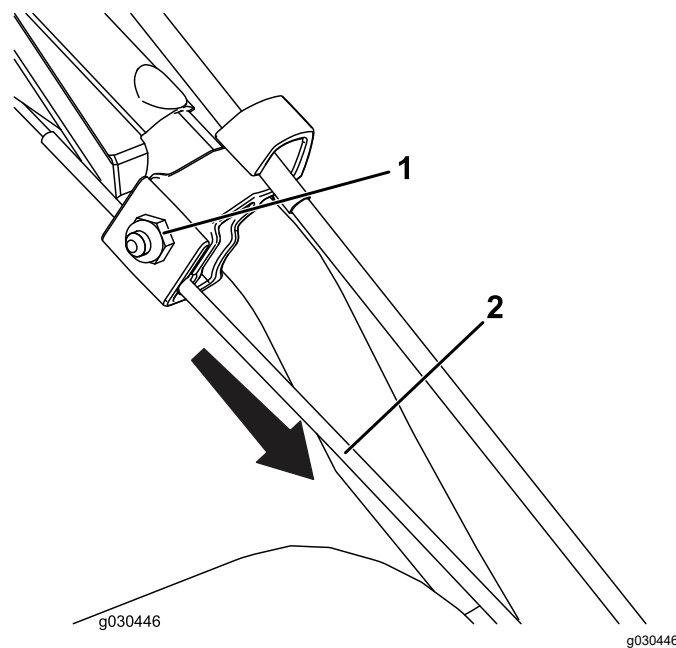

Рисунок 25
1. Ослабьте затяжку гайки верхнего зажима тросика, но не отворачивайте ее полностью (Рисунок 25).
2. Потяните тросик вниз, чтобы в значительной степени устранить его провисание (Рисунок 25).
3. Затяните гайку (Рисунок 25).